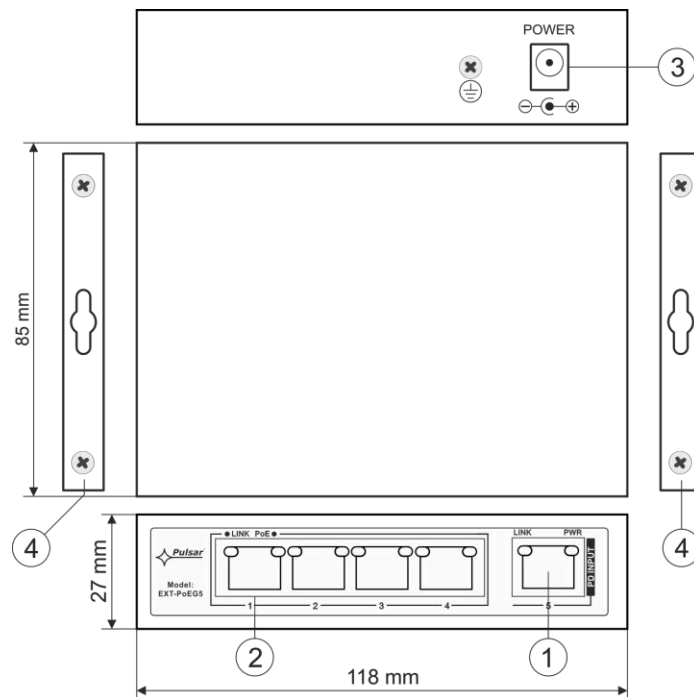

Fig. 2. Vista dell'extender.
Tabella 1. (vedi Fig. 2)
N. elemento [Fig. 2]	Descrizione